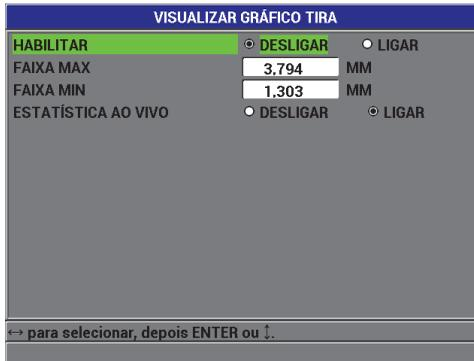

Figura 5-8 Tela VISUALIZAR GRÁFICO TIRA
3. Na tela **VISUALIZAR GRÁFICO TIRA** (ver a Figura 5-8 na página 109):